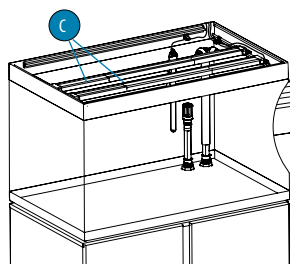

Fig. 8
1. Coloque cuidadosamente a tira de luz LED (C) sobre a correção da estrutura superior na posição final.
2. Puxe os cabos da faixa de luzes LED para fora do aquário (Fig. 8).